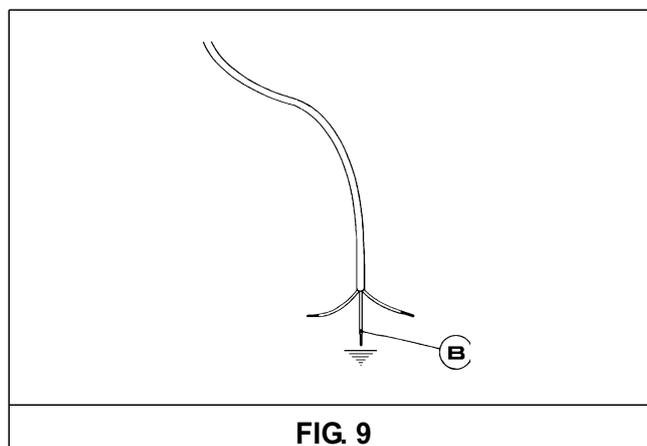

FIG. 9
*N.B. En cas de remplacement du câble d'alimentation, l'installateur doit laisser le conducteur de terre plus long que les conducteurs de phase (fig. 9) et respecter les avertissements reportés dans le paragraphe "BRANCHEMENT ÉLECTRIQUE".*